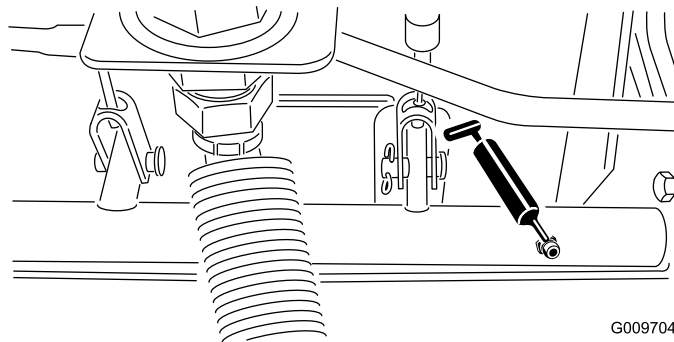

図 81
- 図 81 に示す、ブレーキシャフトのピボットのベアリング 5 ヶ所